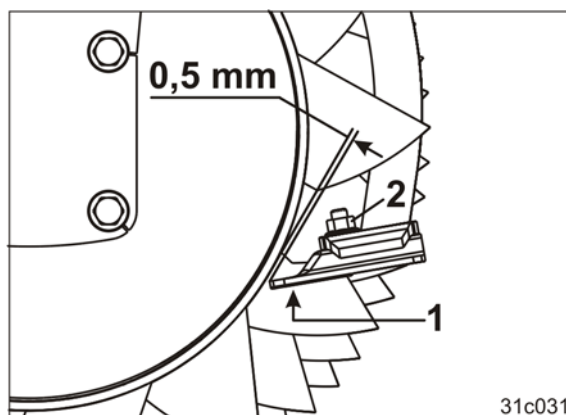

図 101
5. スクレーパー (図 101/1) とローラーパイプの間隔は 10 mm です。磨耗したスクレーパーは、正しいサイズに設定するか交換します。
4. ねじ (図 101/2) を外します。
5. スクレーパー (図 101/1) を、ローラーパイプから 0.5 mm の距離にねじで固定します。